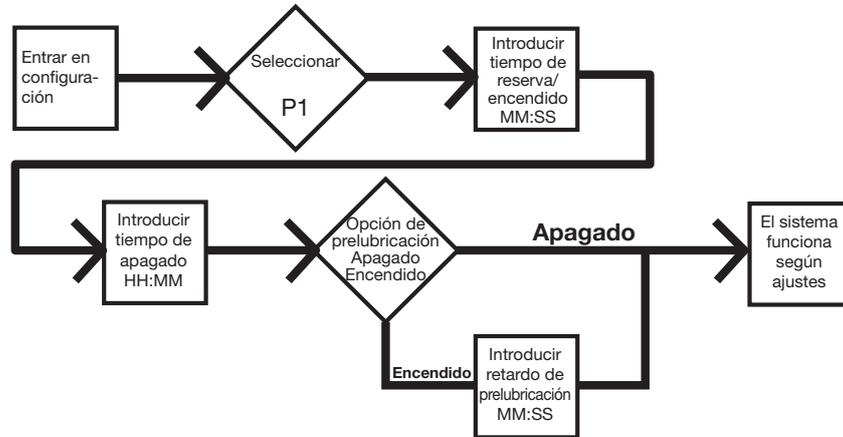

**FIG. 33**
2. Haga funcionar la bomba únicamente hasta que no dispense más aire con lubricante saliendo del accesorio de conexión del elemento (FIG. 33).